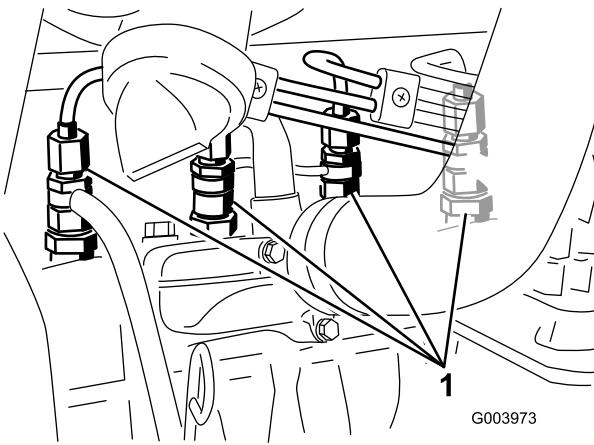

図 64
1. 燃料噴射ポンプの No. 1インジェクタ・ノズル(図 64)へのパイプ接続部をゆるめる。